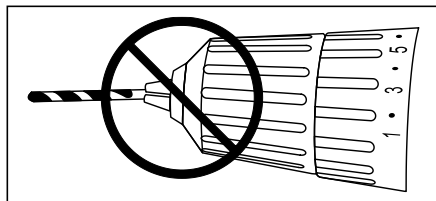

Рис.10
**Внимание:** Никогда не закрепляйте оснастку как показано на рисунке (Рис.10). Оснастка должна быть зафиксирована ровно и всеми губками патрона одновременно.